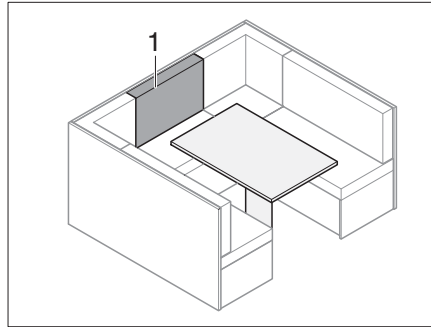

Bild 174 Vor dem Umbau
- Rückenpolster (Bild 174,1) vor das Zusatzpolster auf den Tisch legen.